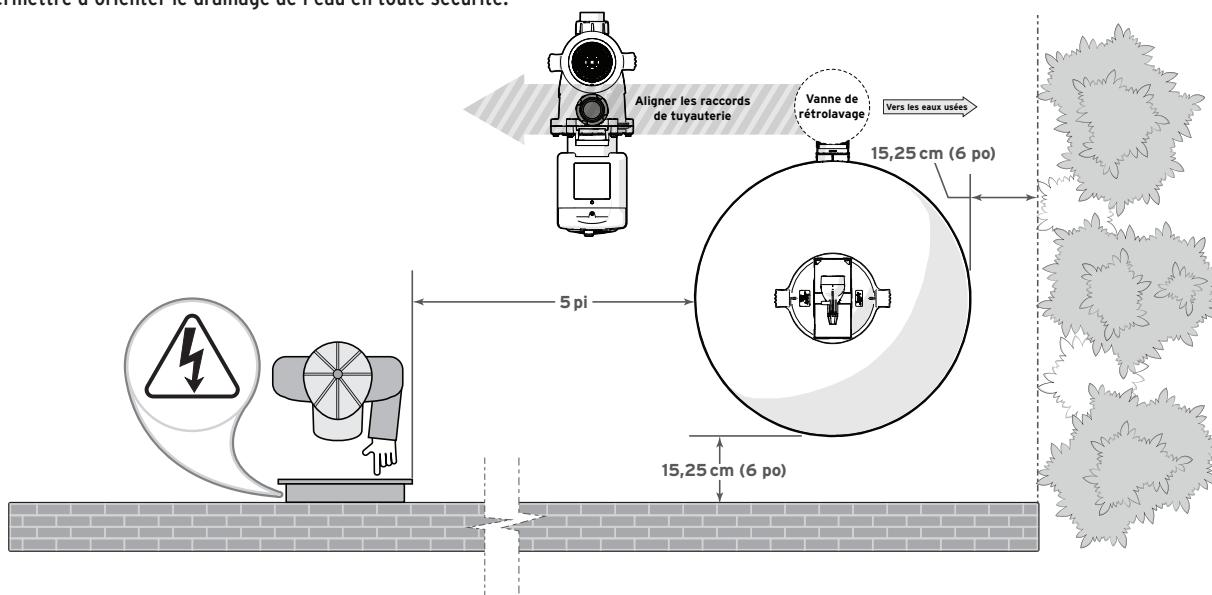

Figure 3. Exigences d'emplacement du filtre
- Placez le filtre sur le socle en béton, aligné avec les tuyaux d'entrée/sortie. Voir Figure 3.